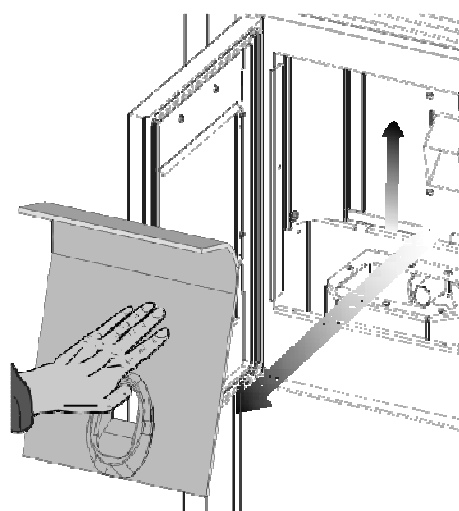

Fig.14.4
- 2) incliner la partie inférieure du panneau en fonte vers la porte et le retirer complètement. (Fig.14.4);